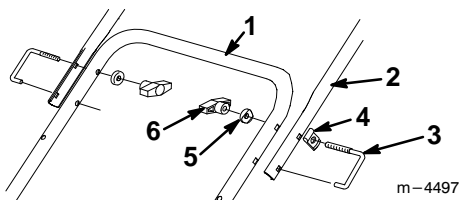

Abbildung 9
3. Den oberen Griffbügel wie in Abbildung 9 gezeigt installieren.